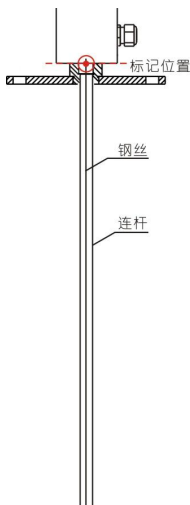

图 8 标记点示意图
- 4) 将钢丝插入连杆底部，在钢丝上标记连杆口位置（图中黑点标记处），如图 8 所示。